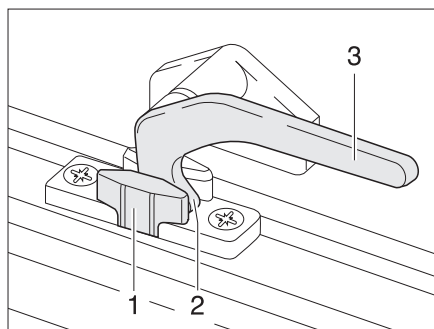

Fig. 55 Palanca de bloqueo en la posición de "ventilación continua"
- En la posición "ventilación continua" (Fig. 55)
- Girar la palanca de bloqueo (Fig. 55,3) un cuarto de vuelta hacia la mitad de la ventana.
- Girar de nuevo hacia atrás la palanca de bloqueo. El saliente de bloqueo (Fig. 55,2) se ha de introducir para ello en el rebaje del bloqueo de la ventana (Fig. 55,1).